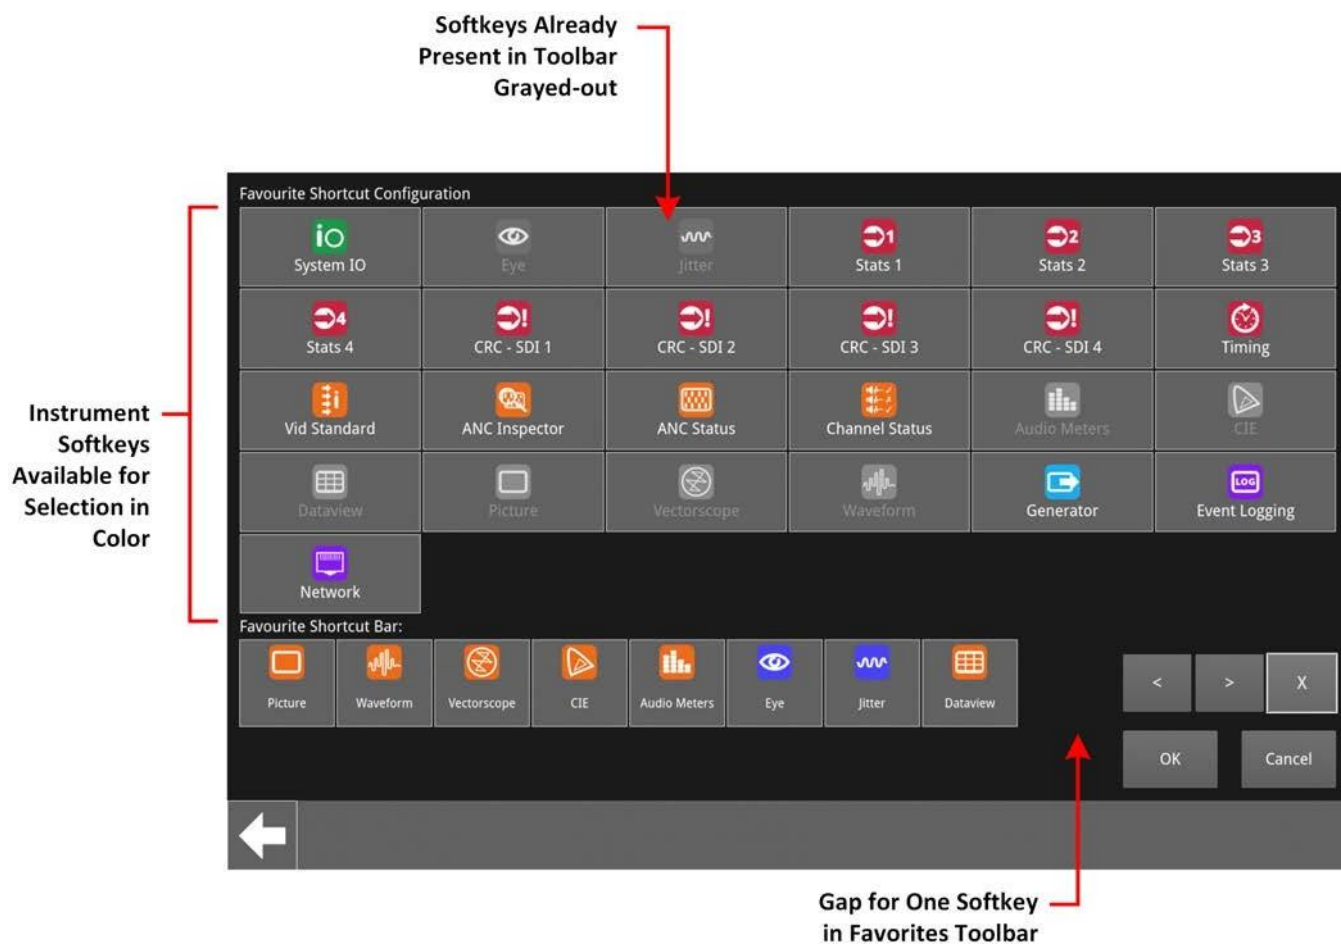

図 2-32: お気に入りショートカット設定ダイアログ
1. 現在の「お気に入り」リストから不要なソフトキーを選択し、 をタップまたはクリックしてツールバーから削除します。これにより、ライブラリ内の利用可能な機器アイコンがカラー表示されます（図2-32 参照）。